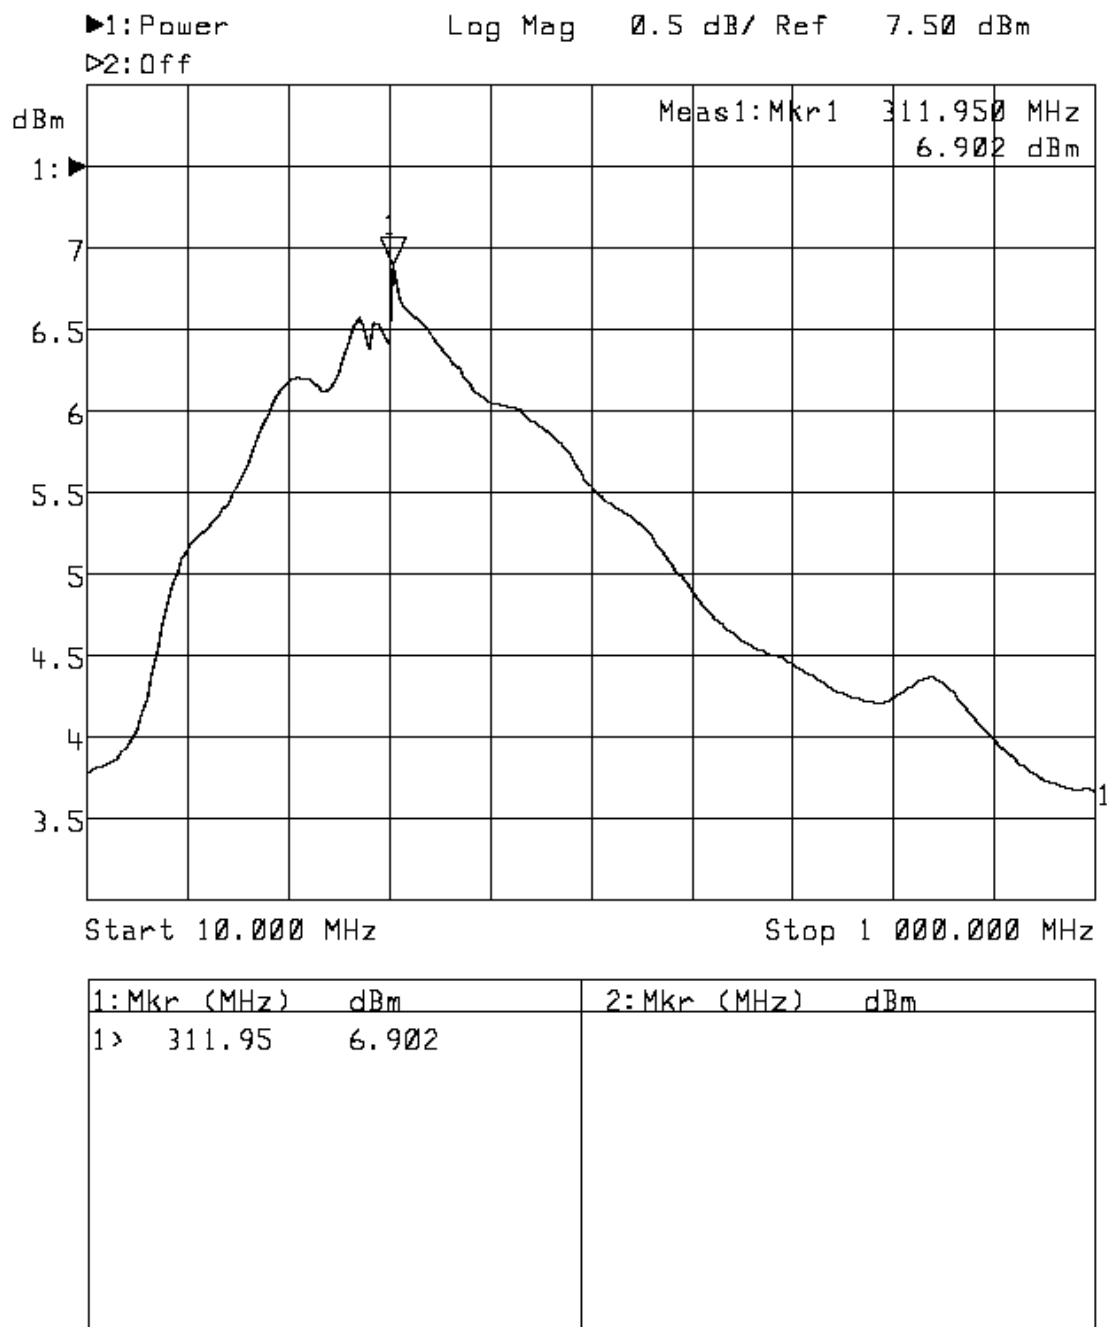

Figura 2-64. Medida de potencia
12. La Figura 2-64 muestra los resultados de la medida de *potencia*.